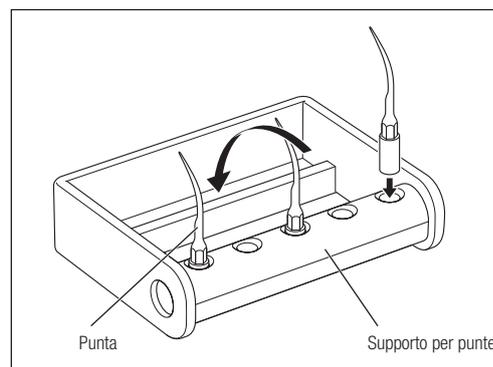

Fig. 61
- Il supporto per punte è sterilizzabile in autoclave. È possibile sterilizzare fino a 5 punte contemporaneamente. Ruotare il supporto in direzione della freccia in modo che le punte si trovino nel telaio per la sterilizzazione (Fig. 61).